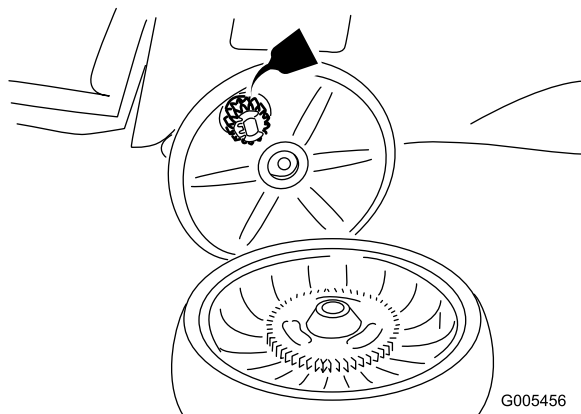

Figure 26
2. Appliquez une couche d'huile de graissage sur les engrenages comme illustré à la Figure 26.